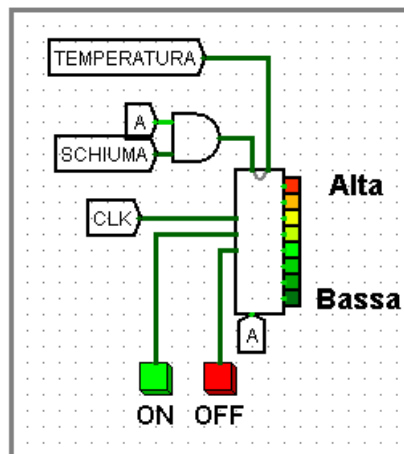

Figura 10: Notare le 2 tacche rosse in cima alla matrice che indicano la temperatura dell'acqua elevata
- La temperatura dell'acqua della macchina del caffè aumenta temporaneamente per produrre il vapore (fino a che si accende l'ultima riga della matrice led di destra e viene dunque attivato il tunnel TEMPERATURA che resetta la temperatura dell'acqua alla temperatura di esercizio. Figura 10)